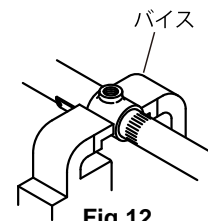

Fig.12
- 6) ポンプ本体部をバイスに固定してください。(Fig.12)